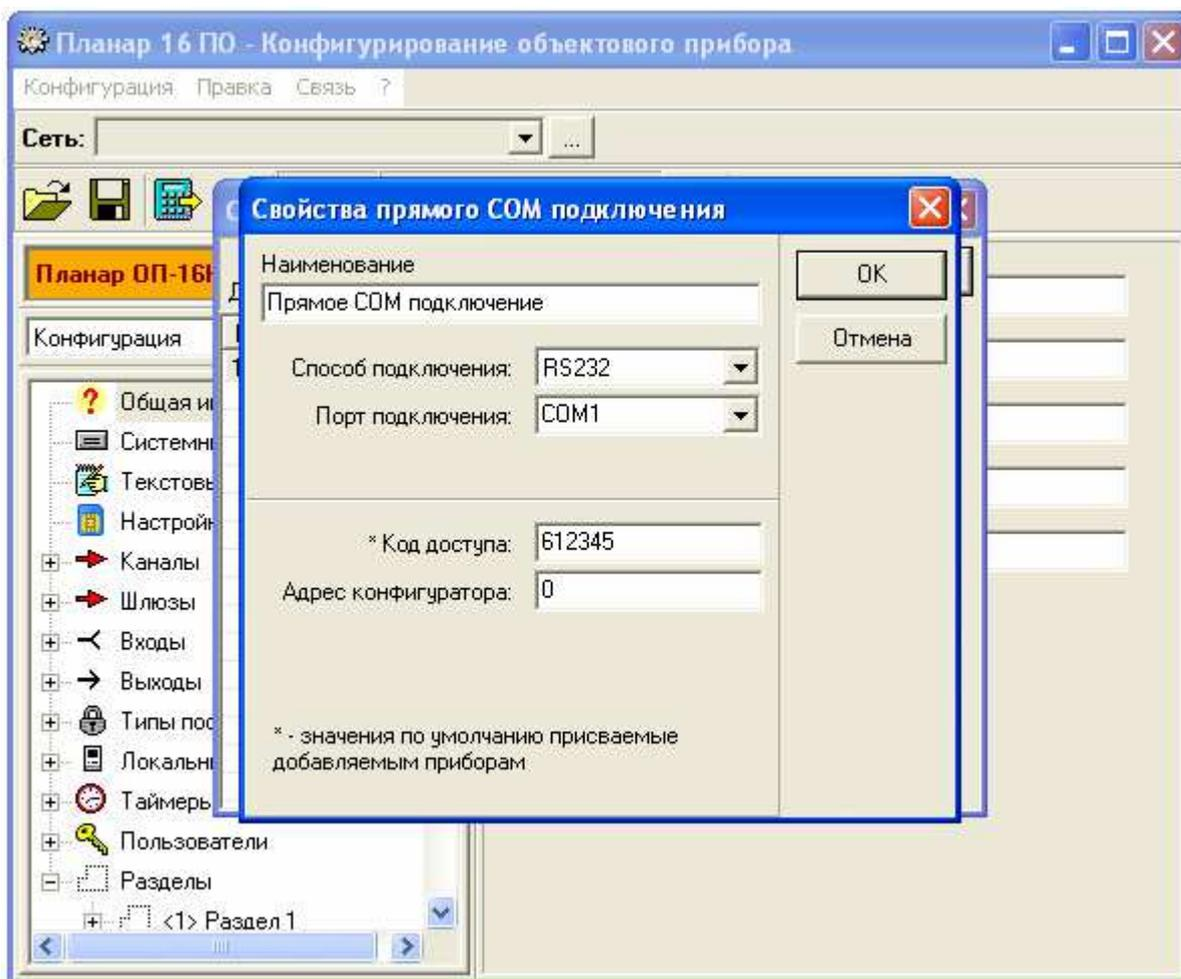

Рис. 12.3 Режим описания свойств сети подключение через RS-232
12.2.2.2.9. Типовое окно программы конфигурирования объектового прибора в режиме описания свойств сети приведено на рис.12.3.